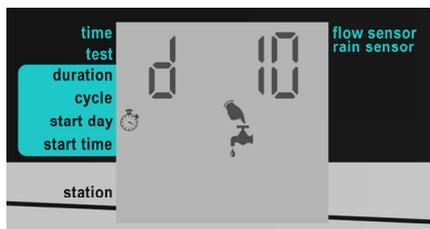

Figura 22: Exemplo de tela de dia de início
1. A partir da tela principal, pressione **↵**, até que apareça a tela Start Day (Figura 22). A visualização, por padrão, é "d 00", o que indica zero dias. Estabelece-se este valor para o dia de início, o programa de irrigação começará no dia atual à hora de início determinada. Caso essa hora tenha passado para o dia atual, o programa começa nessa hora no dia seguinte.
2. Pressione **+** e **-** para aumentar e diminuir o número de dias. Na Figura 22, o valor está estabelecido em 10 dias.